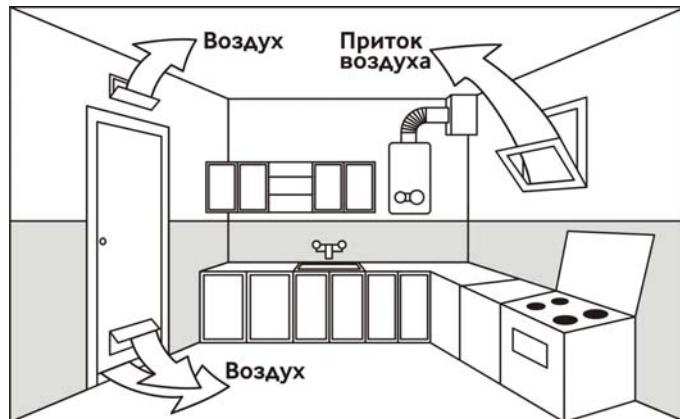

Рисунок 5. Место установки аппарата
5.1.3 При работе аппарата происходит сжигание кислорода в помещении. Поэтому оно должно иметь окно с форточкой для постоянного притока свежего воздуха во время работы водонагревателя. Решетки или щель в нижней части стены не должны нагло закрываться (Рис. 5).
- Газоотводящая труба должна быть изготовлена из жаропрочных и коррозионностойких материалов, таких как: нержавеющая сталь, оцинкованная сталь, эмалированная сталь, алюминий с толщиной стенки не менее 0,5 мм. Необходимо убедиться в том, что в дымоходе имеется действительно хорошая тяга. (см. рис. 5).